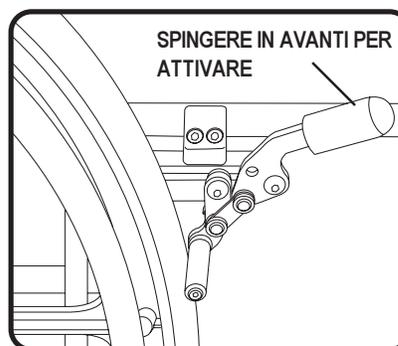

Figura 2. Freno di parcheggio destro attivato
Vedere figura 2.
3. Verificare che i due freni di parcheggio siano attivi. Vedere figura 2.